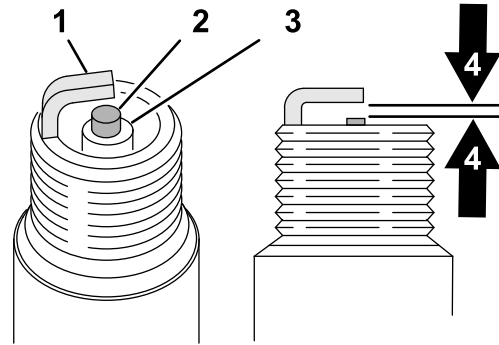

Figura 83
- Ajuste la distancia (Figura 83) entre el electrodo central y el electrodo lateral a 0,76 mm (0,030").